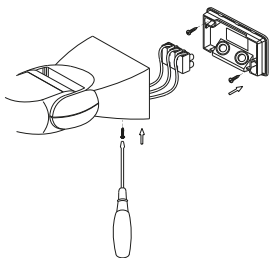

Рисунок 11 – Монтаж ДД-013
– Открутить винт крепления задней крышки датчика, расположенный на нижней части корпуса. Снять заднюю крышку (рисунок 11).